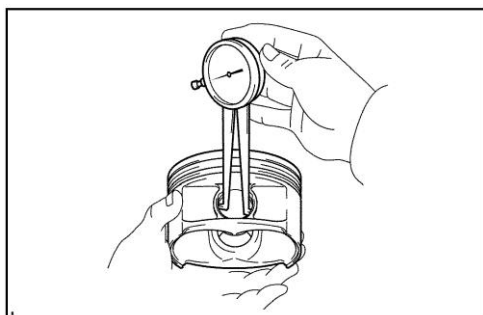

Рисунок II-209
1) Замерьте диаметр отверстия под поршневой палец при помощи нутромера с циферблатом. (см. Рисунок II-209 и Таблицу II-22)